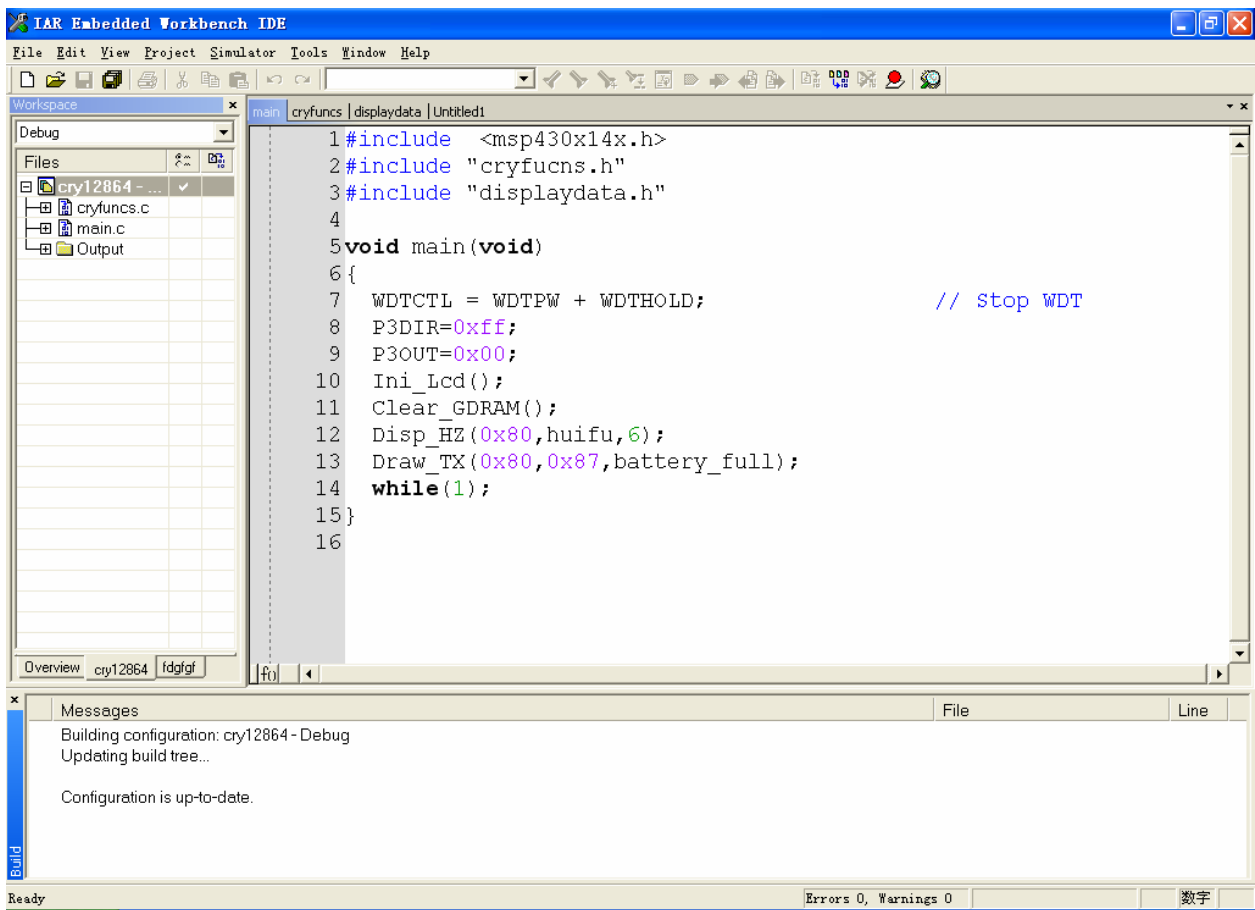

图 2.11
15、创建通过以后，就可以进入调试阶段了。选择 **Project>Debug** 或者单击工具栏中的  图标按钮就可以进入调试界面了。下面的图 2.11 是编辑界面整个项目创建连接成功以后的截图；图 2.12 是进入调试界面以后的截图。